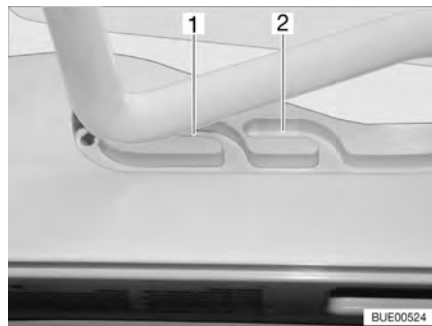
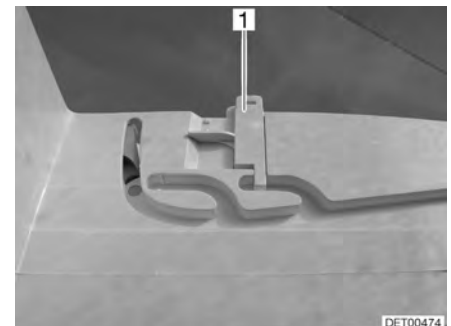

Fig. 61 Claraboya Heki en posición de ventilación
Fig. 62 Bloqueo de la posición de ventilación
La claraboya Heki se puede colocar en dos posiciones de ventilación: Posición de mal tiempo (Fig. 61,1) y posición mediana (Fig. 61,2). Según el modelo, la claraboya podrá ser bloqueada en la posición mediana con el pestillo (Fig. 62,1).
- Presionar el estribo ligeramente hacia arriba y empujarlo en la guía seleccionada (Fig. 61,1 ó 2) y, si fuera necesario, bloquearlo.